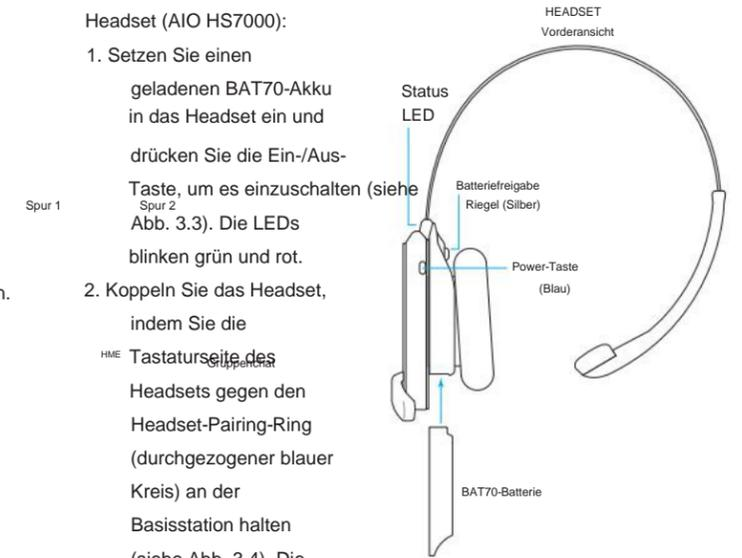

Abb. 3.3
- Setzen Sie einen geladenen BAT70-Akku in das Headset ein und drücken Sie die Ein-/Aus-Taste, um es einzuschalten (siehe Abb. 3.3). Die LEDs blinken grün und rot.